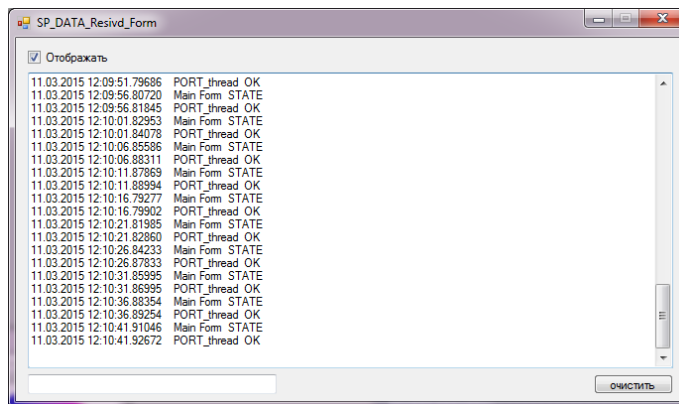

РИС. 10. «Терминал»
- Включить информационный терминал (РИС. 10).